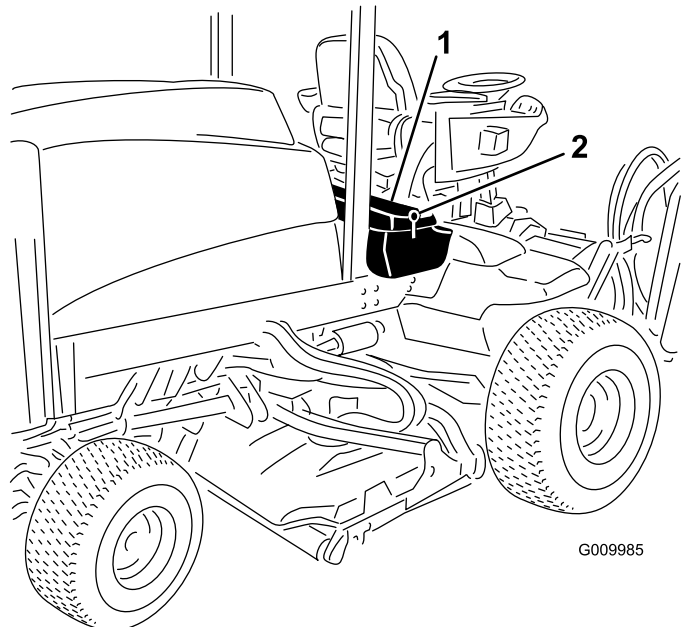

Figura 35
1. Sbloccate e sollevate il pannello comandi dell'operatore (**Figura 35**).